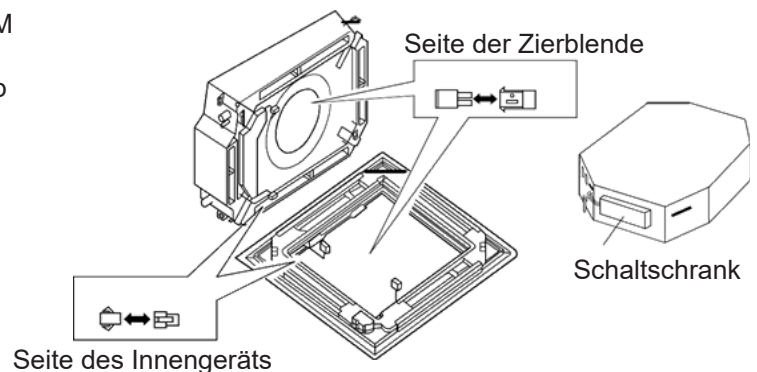

Abb.3
- Verbinden Sie sie mit dem Stecker des Windabweiser-Motorkabels auf der Zierblende Abb. 3